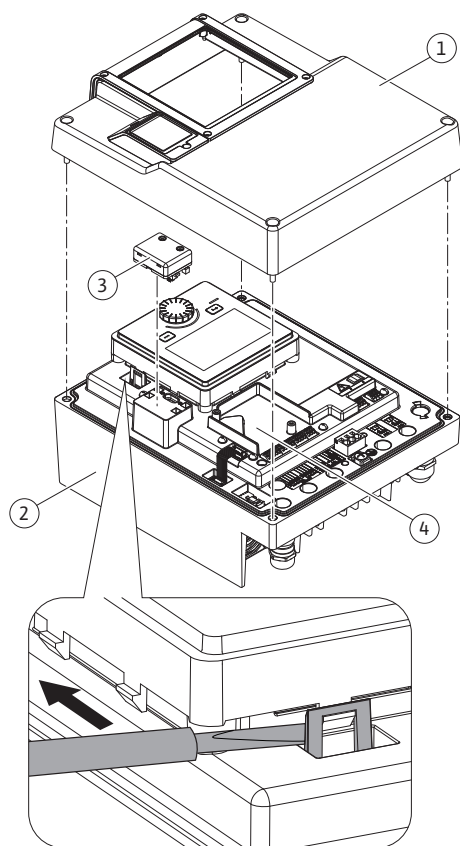
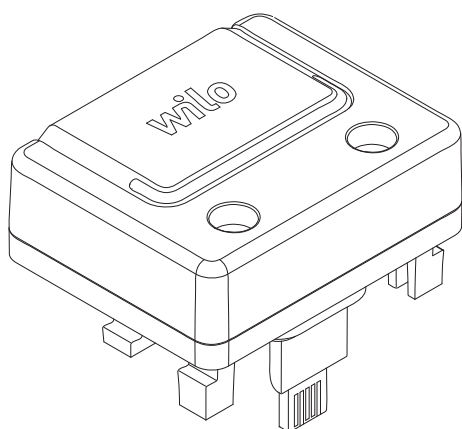

Fig. 26: Module électronique
Fig. 27: Module BT Wilo-Smart Connect
L'interface Bluetooth du module BT Wilo-Smart Connect (Fig. 26, pos. 3 et Fig. 27) permet d'établir la connexion avec des appareils mobiles, comme les smartphones et les tablettes. La fonction Wilo-Smart Connect se trouve dans l'application Wilo-Assistant. La fonction Wilo-Smart Connect permet de commander et de régler la pompe, mais également de consulter ses données de fonctionnement. Voir les réglages au chapitre « Mise en service » [► 49].
1. Desserrer les quatre vis de la partie supérieure du module électronique (Fig. 26, pos 1 ; Fig. 1, pos. 2).
3. Insérer le module BT Wilo-Smart Connect dans l'interface Wilo-Connectivity Interface prévue à cet effet. Voir Fig. 26, pos. 3.
Les modules CIF (accessoires) servent à établir une communication entre les pompes et la gestion technique de bâtiment. Les modules CIF sont enfichés dans le module électronique (Fig. 26, pos. 4)